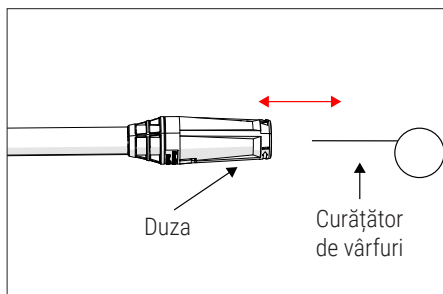

Figura 5 - Introduceți curățător de vârfuri în deschiderea duzei și mutați-l înainte și înapoi până când resturile sunt desfundate
- Folosind curățător de vârfuri a vârfurilor furnizat - sau o agrafă desfășurată (îndreptată), introduceți firul în orificiul duzei și mișcați-l înainte și înapoi până când murdăria (resturile) este îndepărtată (vezi Figura 5).